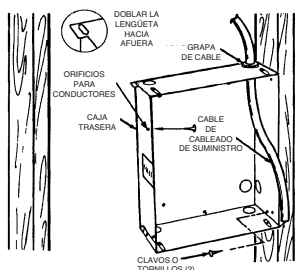

Figura 1
1. Determinar qué lado de la caja trasera va a instalarse contra un pie derecho y doblar las lengüetas en las esquinas traseras 90 grados hacia afuera de tal forma que la caja quede en ángulo recto con el pie derecho después de instalada. (Ver la figura 1).
3. Colocar la caja contra el costado de los pies derechos y fijarla con clavos o tornillos, como se muestra en la figura 1.
**NOTA:** Se han provisto orificios para un tornillo roscalata N° 8 en los costados de la caja. Después que el la pared terminada ya está instalada, atornillar un tornillo roscalata N°8 (m4) (se recomienda 1" de largo) a través del costado de la caja que no está montado al pie derecho. Esto impedirá que la caja trasera se desprendra al instalar el conjunto calefactor. (Ver la figura 1).